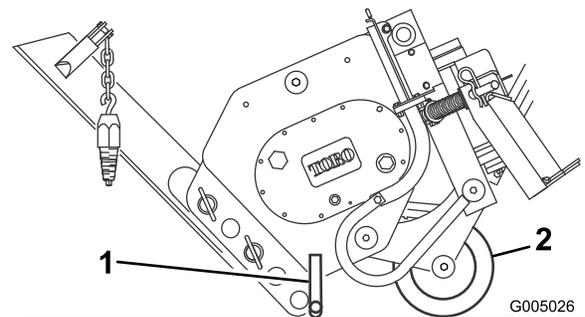

Bild 8
3. Schwingen Sie das Messer nach oben und befestigen Sie es, wie in Bild 8 dargestellt.
und Bügel sollte das Gewicht des Pflugs abstützen (Bild 8).